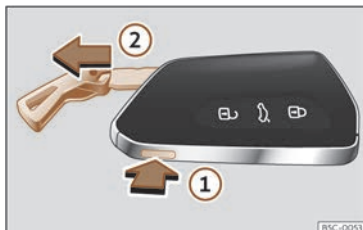

Fig. 72 Clé du véhicule : retirer le panneton.
- Appuyez sur le bouton >>> **fig. 72 ①** pour faire sortir l'anneau comme un porte-clés et pouvoir retirer le panneton ②. Si vous appuyez légèrement sur l'anneau, il restera fixe comme un porte-clés.
- Appuyez sur le bouton >>> **fig. 72 ①** pour déverrouiller. Maintenez le bouton enfoncé ① tout en tirant sur l'œillet dans le sens de la flèche >>> **fig. 72 ②** pour extraire entièrement le panneton.